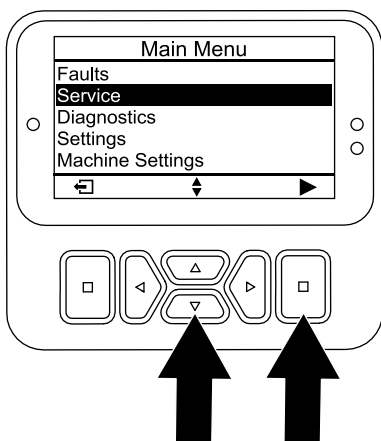

Bild 95
4. Drücken Sie die Taste „nach unten“, bis die Option SERVICE ausgewählt ist, und drücken Sie dann die Auswahl-taste (Bild 95).